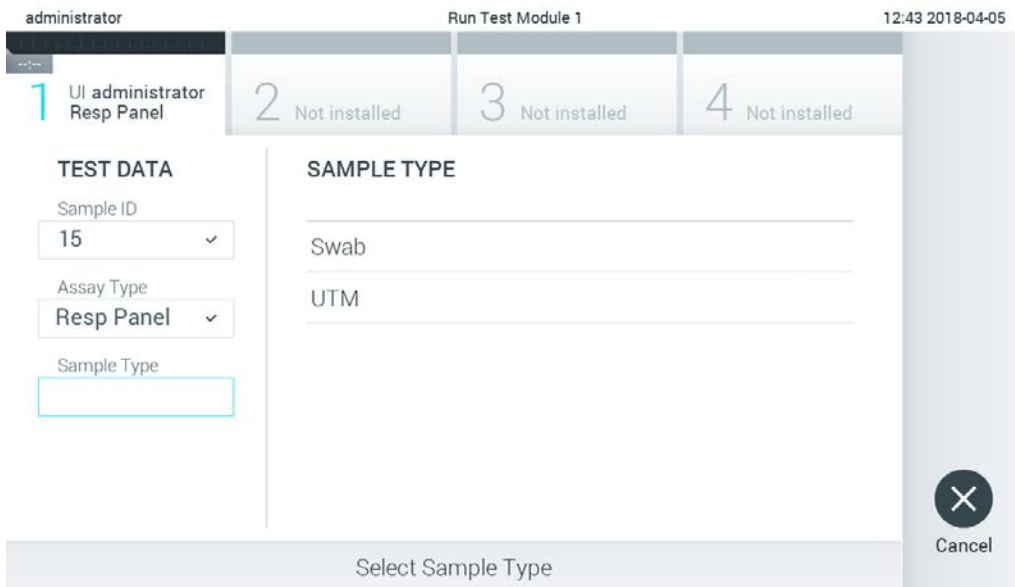

Figura 84. Selectarea tipului probei.
5. Câmpul **Assay Type** (Tip test) va fi introdus automat și, dacă este necesar, un **Sample Type** (Tip de probă) corespunzător trebuie selectat manual din listă (Figura 84).